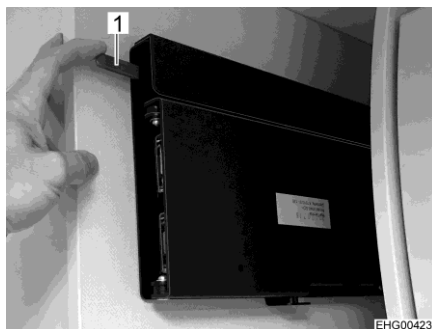
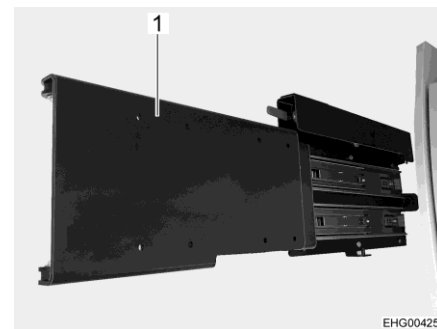

Fig. 93 Sbloccaggio della base estraibile
Fig. 94 Base estraibile (estratta)
- Premere la leva rossa (Fig. 93,1) verso il basso ed estrarre la base estraibile (Fig. 94, 1). Lo schermo piatto si affaccia nel vano abitabile.